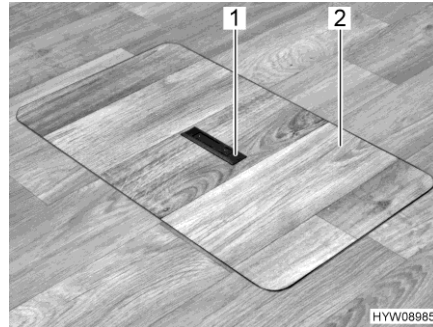
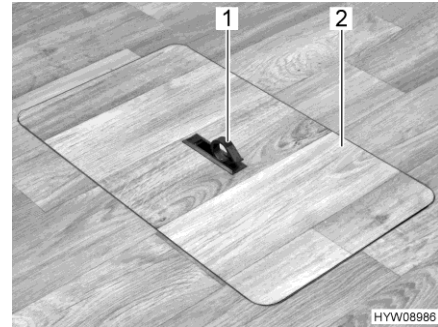

Bild 58 Servicelucka (handtag sänkt)
Bild 59 Servicelucka (handtag utsvängt)
- Tryck nedåt på ena sidan av gripplattan (Bild 58,1). Handtaget (Bild 59,1) svängs upp.
- Lyft serviceluckan (Bild 59,2) uppåt.
- Placera serviceluckan (Bild 59,2) i ramen i golvet.